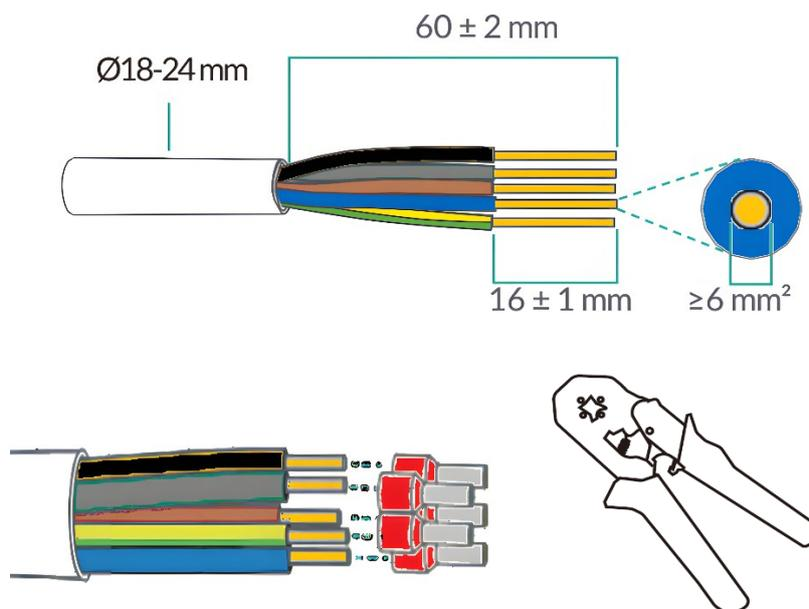

Abbildung 20: Vorbereitung AC-Kabel
- Kabel abisolieren und Aderendhülsen aufcrimpen (Abbildung 20)